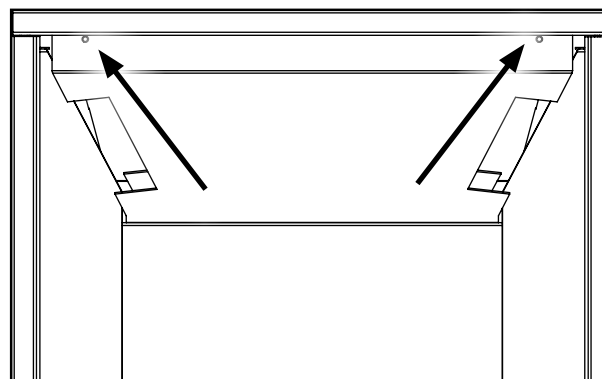

Figure 60 Vis du panneau. Haut.
6. Installez le panneau de porcelaine arrière d'abord par assis sur le rebord à l'arrière du foyer (voir figure 60), puis suivez avec les panneaux gauche et droit
8. Installez le panneau de porcelaine haut en le vissant à la chambre de combustion dérouter comme indiqué dans la Figure 60 avec les vis fournies.